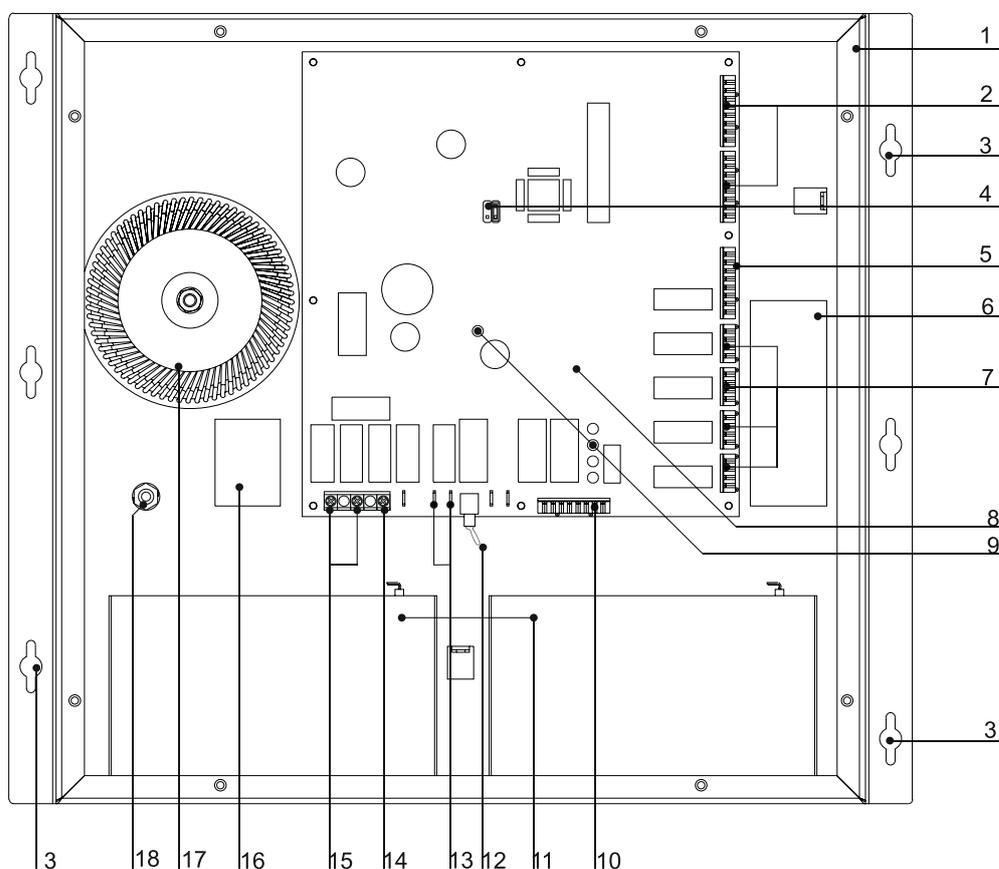

Рис. 1. Вид на ЛБС без крышки.
Блок имеет 7 портов различного назначения с интерфейсами RS485. Порты RS485, предназначенные для связи с другими ЛБС (рис. 1 поз. 2) имеют изоляторы линии связи, поскольку питание разных ЛБС в системе может выполняться от различных сетей 220В.
2). Снимите крышку Блока. Протяните кабели питания и линии связи через специальные отверстия в задней стенке Блока (рис. 1, поз. 6 и 16). Установите Блок на стену.
4). Подключите питания 220В. Напряжение питания к клеммам 15 рис. 1, заземление к клемме 14. **ВНИМАНИЕ!** напряжение питания на Блок должно подаваться через отдельный автомат защиты!
5). Подключите к разъему рис. 1, поз. 2 линии связи с другими ЛБС системы. Схема подключения указана в приложении 2. Для всех линий связи рекомендуется использовать кабель типа КСБКГнг(А) - FRHF.
7). Линии связи с абонентскими устройствами подключите к разъемам поз. 7, рис. 1. (схема в приложении 4).
8). К разъему рис. 1, поз. 10 можно подключить линии для удаленного контроля состояния и исправности системы.
9). Проконтролируйте, что выключатель питания находится в положении выключено, как указано на рис. 1, поз. 12. Подключите к клеммам рис. 1, поз. 13 две аккумуляторные батареи напряжением 12В и емкостью 7А\*4 каждая. Батареи подключаются параллельно.
11). Переведите переключатель питания поз. 12 в положение включено. Проконтролируйте правильность свечения индикаторов рис. 1, поз. 9: